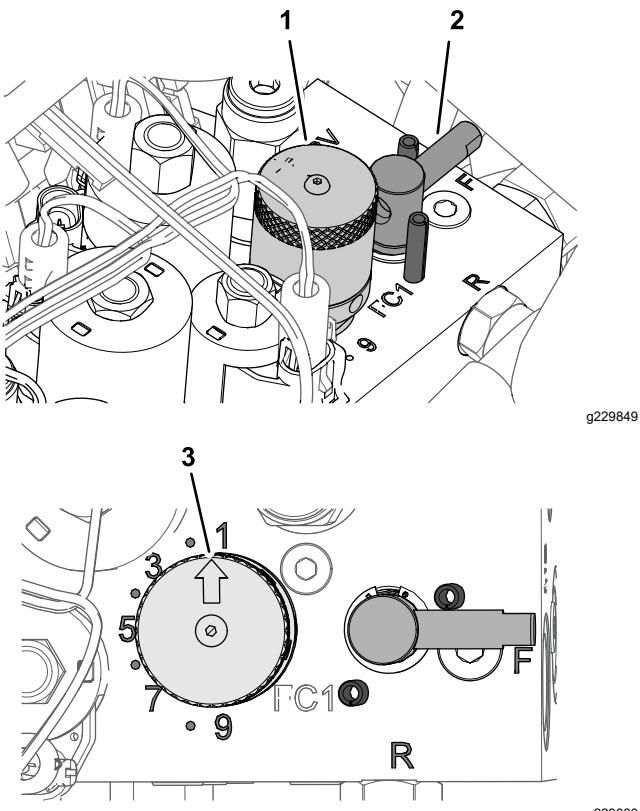

Figura 54
5. Ajuste la velocidad de los molinetes girando el pomo de control de velocidad de los molinetes (Figura 54) hasta que la flecha esté alineada con el número determinado en el paso 3.